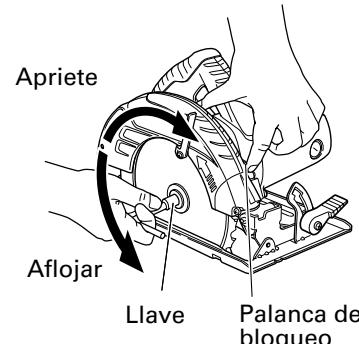
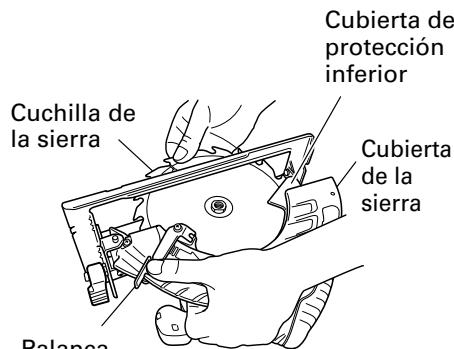

Fig. 16
Fig. 17
- (1) Ajuste el volumen de corte al máximo, y coloque la sierra circular como se muestra en la Fig.16.
- (2) Presione la palanca de bloqueo, bloquee el husillo, y quite el perno de brida hexagonal y la arandela (B) con la llave.
- (3) Mientras sujetá la palanca para mantener la cubierta de protección inferior completamente retractada dentro de la cubierta de la cuchilla, retire la cuchilla de la sierra. (Fig.17)